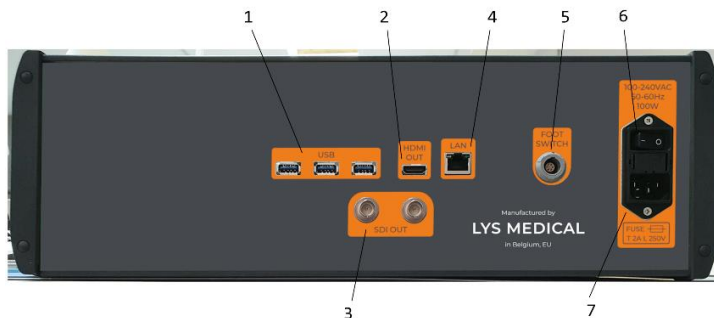
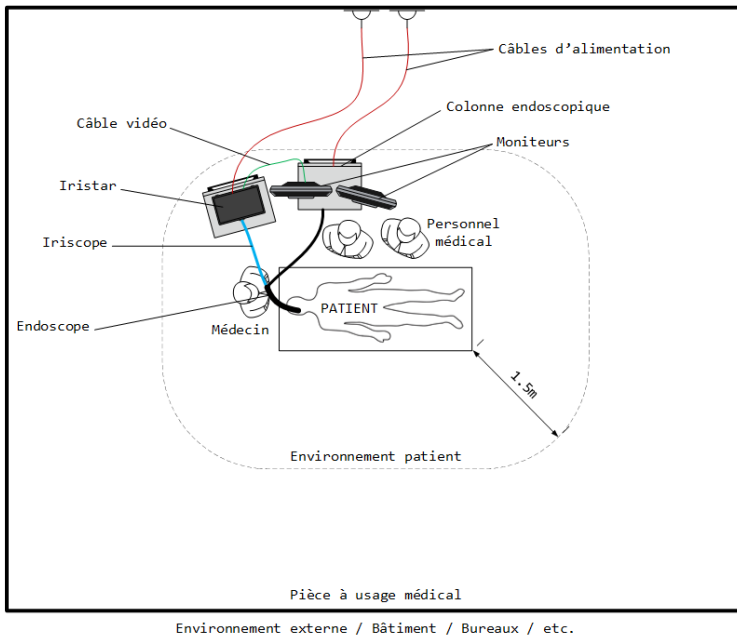

Figure 5 - Face arrière du contrôleur
Figure 11 – Disposition du dispositif en salle d'endoscopie
1. Installer le contrôleur en salle d'endoscopie à maximum 1 m du patient et proche de la colonne endoscopique (voir Figure 11) en s'assurant que l'interrupteur ON.OFF et le câble d'alimentation (voir n° 6 et n° 7 de la Figure 5) soient toujours accessibles pour déconnecter le contrôleur.
2. Connecter les différents câbles au contrôleur (voir Figure 5 pour identifier l'emplacement des différents ports) :